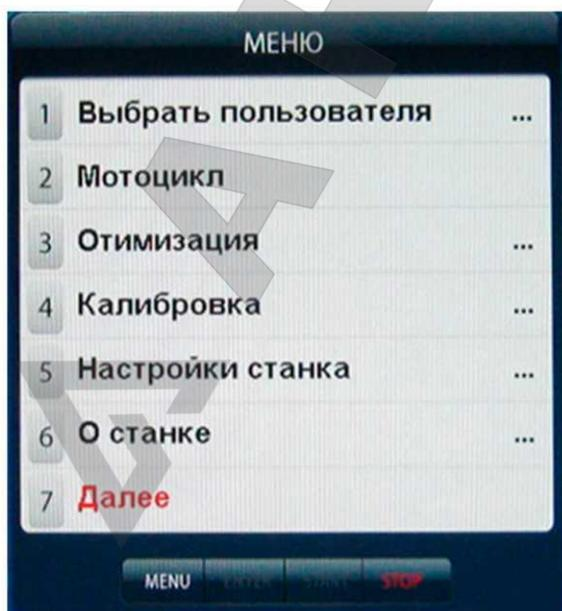
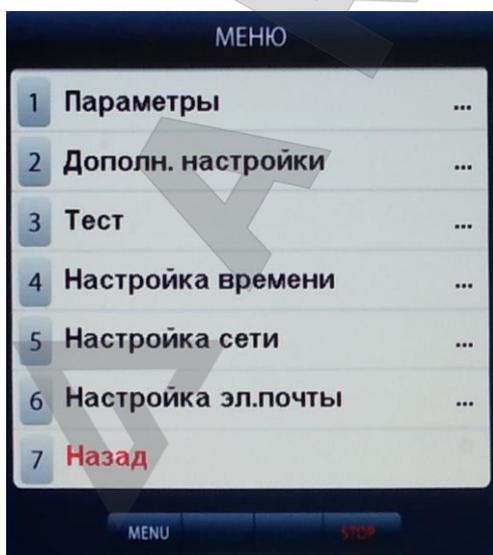
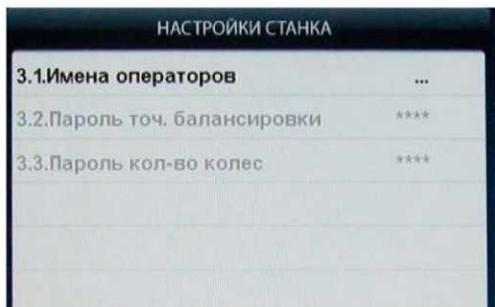
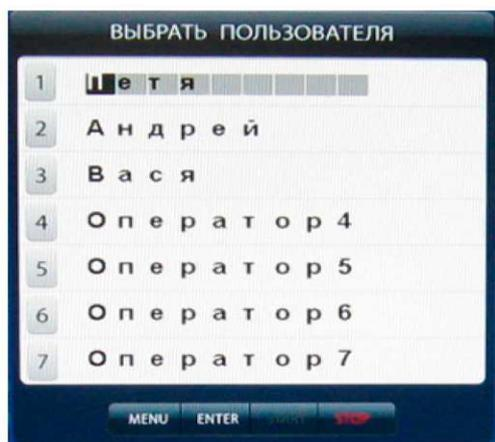

рис.15.1.
рис.16.1
рис.16.2
рис.16.3
15.2. Для входа в программу «Opt» нажмите кнопку «MENU» после чего на экране монитора появится окно (рис.15.1). Далее выбрать программу «Оптимизация», нажав кнопку 3, после чего на экране монитора
16.2.1. Нажмите кнопку «MENU». На экране появится окно MENU (рис.15.1), нажмите кнопку 7 «Далее» на экране появится окно второй страницы MENU (рис.16.1). Выберите «Дополн. настройки», нажав кнопку 2, на экране откроется окно «Настройки станка» (рис.16.2). Нажмите кнопку 1 «Имена операторов» на экране откроется окно «Выбрать пользователя» со списком операторов, (рис.16.3).
16.3.1. Нажмите кнопку «MENU». На экране появится окно MENU, нажмите кнопку 1 «Выбрать пользователя» на экране появится окно «Выбрать пользователя» со списком задействованных операторов (рис.16.3).
Программное обеспечение СБ содержит целый ряд параметров, позволяющих максимально приспособить СБ к потребностям потребителя. Для настройки параметров нажмите кнопку «MENU» на экране монитора появится окно MENU (рис.15.1). Нажмите кнопку 5 «Настройки станка» на мониторе появится окно настроек (рис.17.1).
Нажмите кнопку «MENU», в открывшемся окне MENU выберите пункт 7 «Далее», нажав кнопку 7 в верхнем ряду клавиатуры. Откроется вторая страница окна MENU (см. рис.16.1). Выберите пункт 3 «Тест», нажав кнопку 3 в верхнем ряду клавиатуры. Откроется окно ТЕСТ рис.21.1.